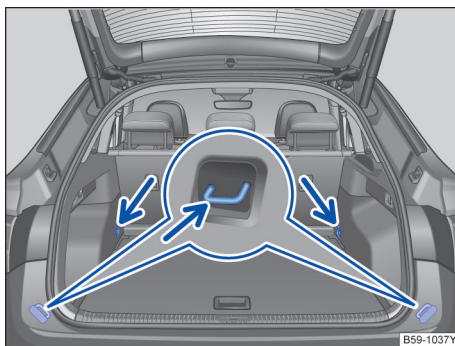

图 179 在行李厢中：固定环
▶ 行李厢的前方和后方区域有助于固定行李件的固定环→图 179（箭头）。 ▶